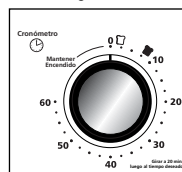

Figura 3
- 3. Perilla de control de tiempo con campanilla indicadora:** Fija el tiempo de cocción hasta un máximo de 60 minutos. Apaga automáticamente el horno al finalizar el tiempo de cocción. (Ver la Figura 3)